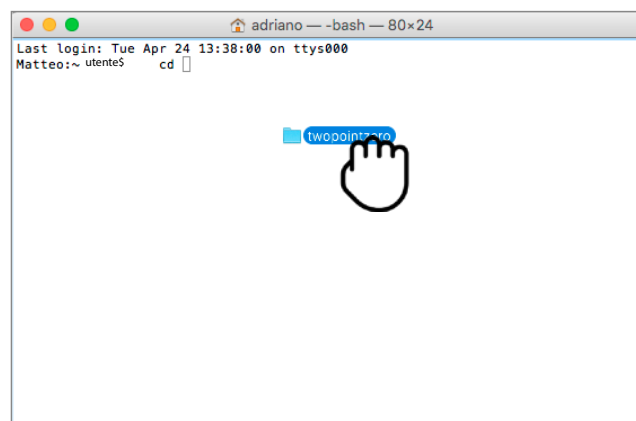

Figure 2-10
- faire glisser le dossier «**TwoPointZero InnovAPP versione desktop - MAC**» dans la fenêtre de commande (Figure 2-10) et appuyer sur entrée.